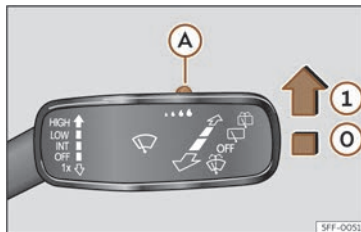

Fig. 112 Levier des essuie-glaces : régler le détecteur de pluie .
Poussez le levier des essuie-glaces : régler le détecteur de pluie >>> **fig. 112**.
Après avoir coupé le contact et l'avoir remis, le capteur de pluie reste activé et reprend sa marche lorsque l'essuie-glace se trouve dans la position >>> **fig. 112** ① y et que vous circulez à plus de 16 km/h (10 mph).